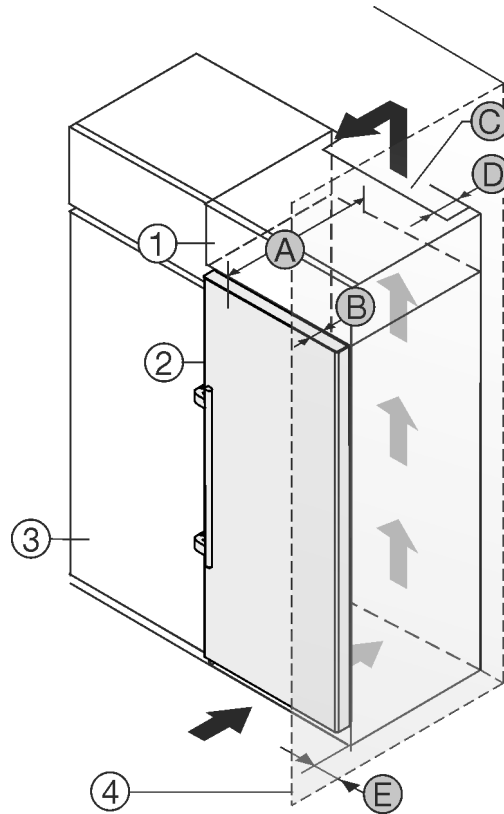

Fig. 1
- (1) Nadgradna omara
- (2) Naprava
- (3) Kuhinjska omara
- (B) Globina vrat
- (C) Presek prezračevanja
- (D) Odmik hrbtne strani naprave
- (E) Odmik do strani naprave
- (4) Stena
- (A) Globina naprave
Aparat lahko postavite neposredno ob kuhinjsko omaro Fig. 1 (3).
Na zadnji strani nadgradne omare mora biti zaradi prezračevanja in odzračevanja po vsej širini nadgradne omare prezračevalni jašek globine Fig. 1 (D).
Pod stropom je treba upoštevati presek prezračevanja Fig. 1 (C).
Če aparat postavite s tečaji ob steni Fig. 1 (4), mora razdalja med aparatom in steno znašati vsaj 57 mm. To ustreza velikosti ročaja pri odprtih vratih.
Da lahko vrata povsem odprete, mora aparat štrleti ven vsaj za globino vrat Fig. 1 (B) glede na sprednji del kuhinjske omarice. Odvisno od globine kuhinjskih omaric Fig. 1 (3) in uporabe stenskih distančnikov lahko aparat štrli bolj ven.